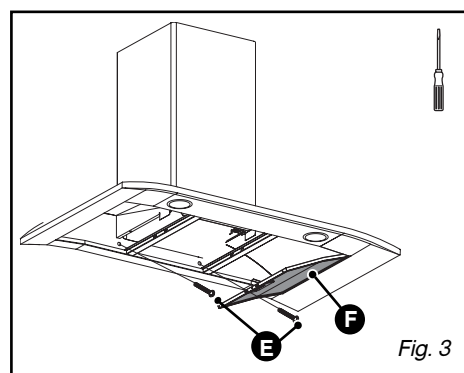

Fig. 3
– Avvitare le due viti dal basso (E/fig.3).